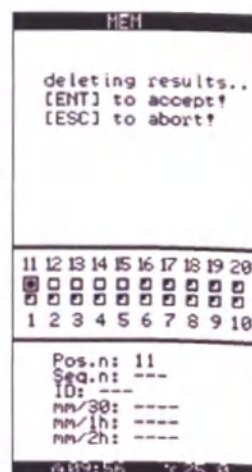

Рисунок 10
Используйте кнопку (1) для очистки памяти. При этом все данные, хранящиеся в памяти, удаляются. При нажатии кнопки (1) появляется предупредительное сообщение (см. рисунок 10). Для подтверждения нажмите [ENT], для выхода из данного пункта нажмите [ESC].